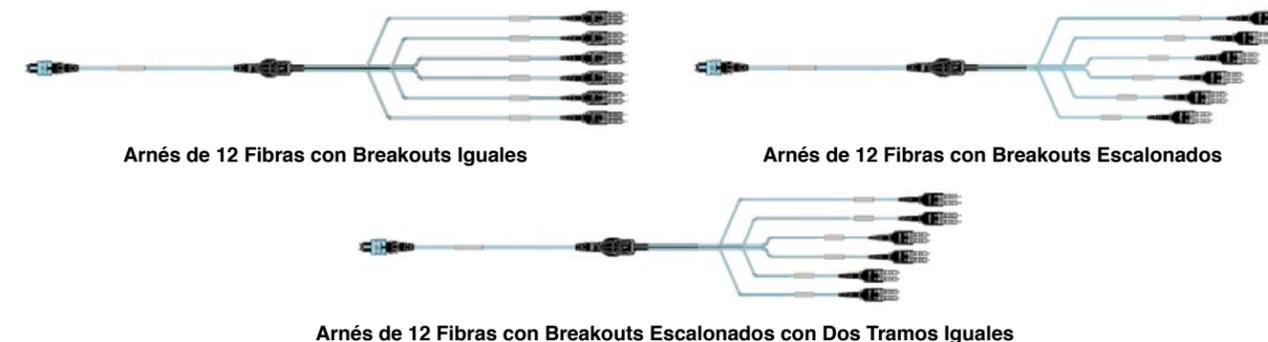
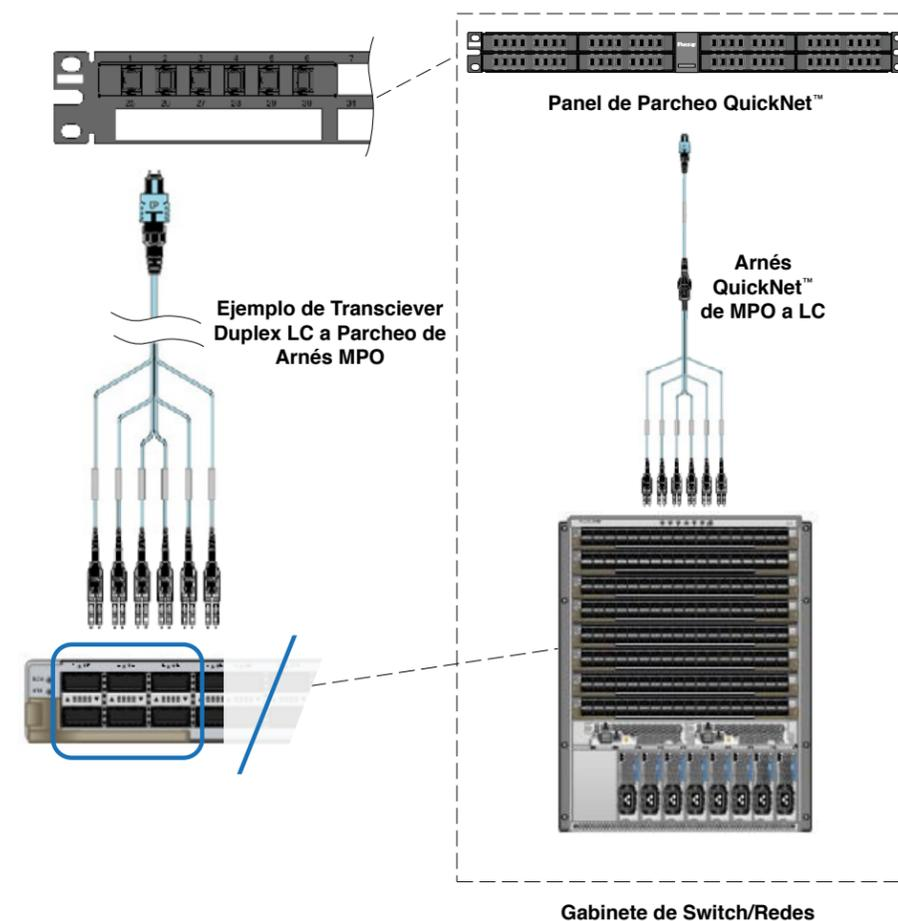

Figura 4: Configuraciones de Arneses
Figura 5: Arneses para Equipo de Puerto de Switch
Los arneses para equipos de puertos de switch se utilizan en el área de switching del centro de datos y para consolidar el cableado. Los arneses de LC a MPO conectan seis (6) o cuatro (4) (según el diseño del switch) *transceiver* LC en el switch a un solo conector MPO en un panel adaptador instalado en el gabinete de switch, a menos de 15m del gabinete de switch. Esto permite la consolidación de los puertos del switch en un solo conector MPO. Los arneses para equipo de puerto de switch de Panduit vienen en tres diferentes configuraciones de *breakout*, que se muestran a continuación en la Figura 4. La Figura 5 ilustra la aplicación.